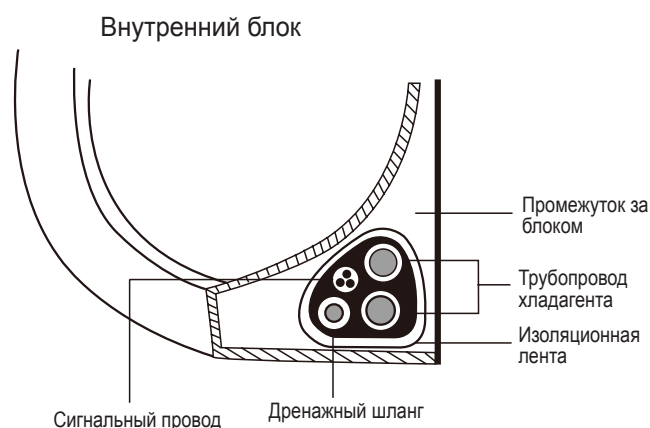

Рис. 3.10
1. Обвяжите дренажный шланг, трубы хладагента и сигнальный кабель, как показано на рис. 3.10.
3. С помощью теплоизолирующей ленты плотно обвяжите вместе сигнальный провод, трубы хладагента и дренажный шланг. Повторно проверьте, что комплект связан, как показано на рис. 3.10.